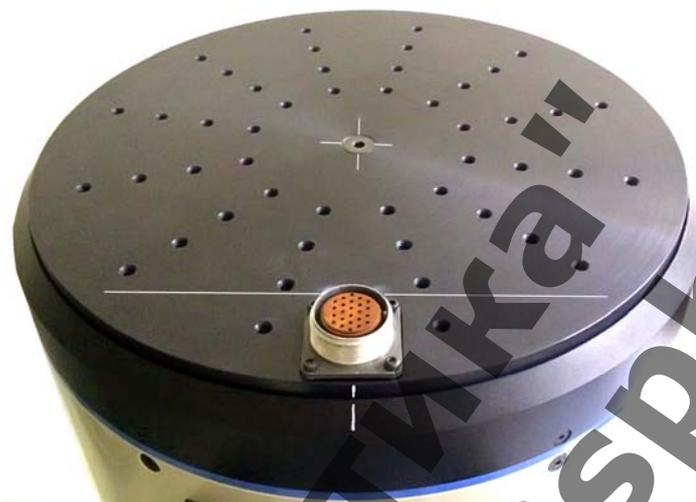

Рисунок 6.
2.2.6 Установить испытуемое изделие на планшайбу стенда и закрепить с помощью винтов таким образом, чтобы оно не выступало за обозначенную линию на планшайбе, а центр масс изделия совпадал с обозначенной на планшайбе осью вращения (рисунок 6).